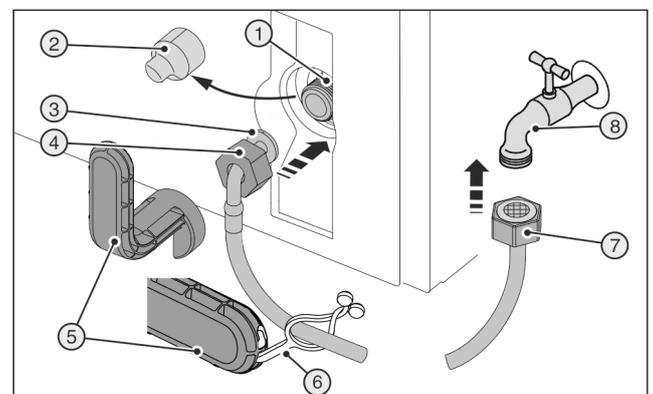
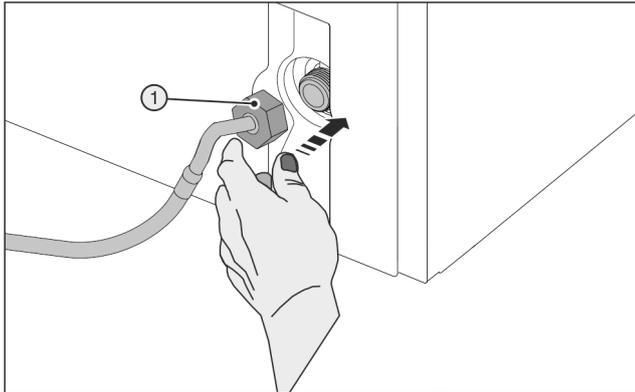

Fig. 45
Fig. 46
Strumento ausiliario rotto Fig. 45 (5)!
- Utilizzare strumenti ausiliari Fig. 45 (5) esclusivamente a temperatura ambiente.
- Togliere la copertura Fig. 45 (2).
- Montaggio facilitato: posare l'estremità diritta del tubo Fig. 45 (7) a sinistra sul pavimento.
- Spingere il dado Fig. 45 (4) sull'estremità angolata del tubo Fig. 45 (3) fino alla fine e serrare.
- Applicare con cura il dado Fig. 46 (1) e avvitare con due dita direttamente sul filetto, finché non è perfettamente in sede.
- Serrare il dado Fig. 46 (1) in senso orario con lo strumento ausiliario Fig. 45 (5) fino a raggiungere la coppia massima e a spanare lo strumento ausiliario Fig. 45 (5).
- avvitare il dado Fig. 45 (7) sul rubinetto d'intercettazione Fig. 45 (8).
- Serrare il dado Fig. 45 (7) in senso orario con lo strumento ausiliario Fig. 45 (5) fino a raggiungere la coppia massima e a spanare lo strumento ausiliario Fig. 45 (5).
- Aprire il rubinetto d'intercettazione Fig. 45 (8) dell'alimentazione dell'acqua e controllare la tenuta dell'intero impianto dell'acqua.
- Agganciare la linguetta Fig. 45 (6) nello strumento ausiliario Fig. 45 (5) e fissare al tubo d'acciaio inox per conservarlo.